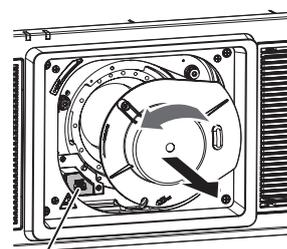

Fig. 2
- 2) **Retirez le cache pour orifice d'objectif. (Fig. 2)**